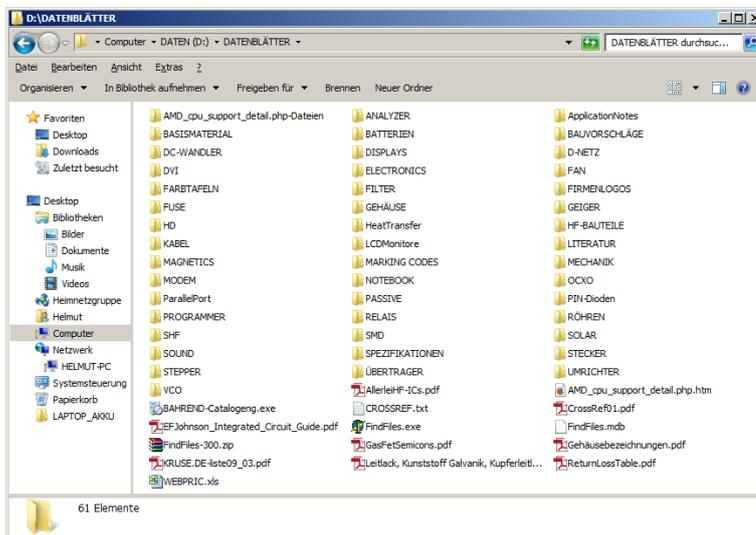

Abb. 2: Muster einer Liste von Bauteil-Datenblättern
- Datenblätter von Bauteilen wie beispielsweise die in Abb. 2 gezeigte Liste. Auch Firmenlogos sind zuweilen eine wertvolle Suchhilfe, wenn es um unbekannte ICs geht [3]. Mit 20 GB wird man vorerst das Auslangen finden.